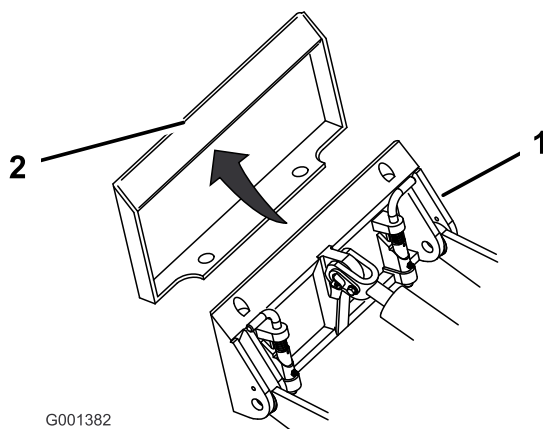

Figure 5
4. Placez la plaque de montage dans le bord supérieur de la plaque réceptrice de l'accessoire (Figure 5).